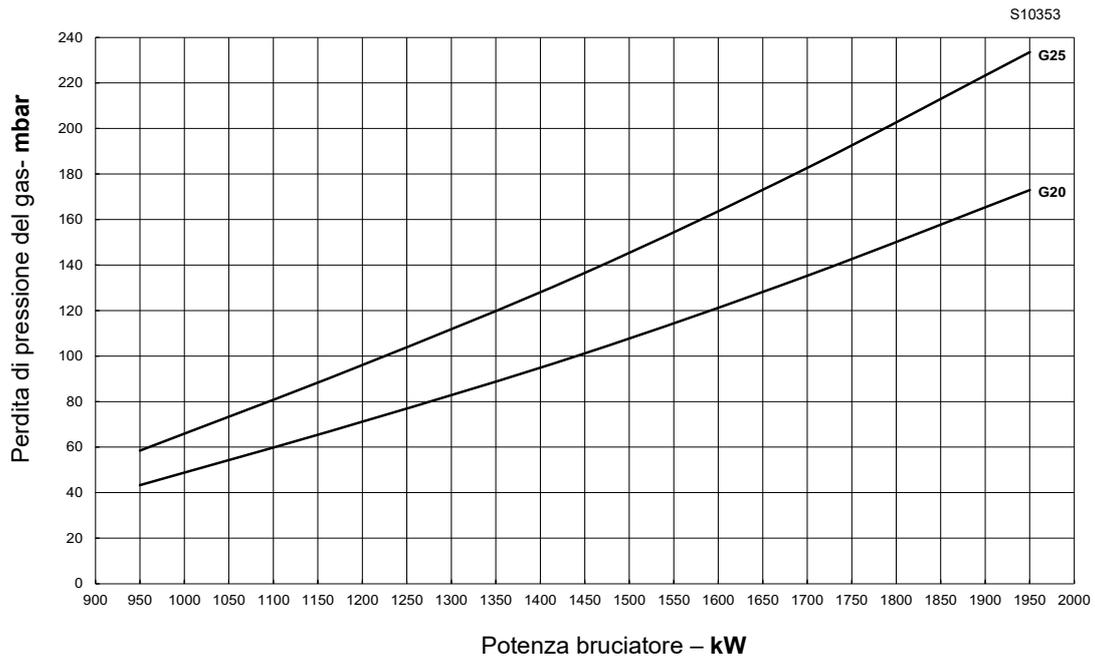
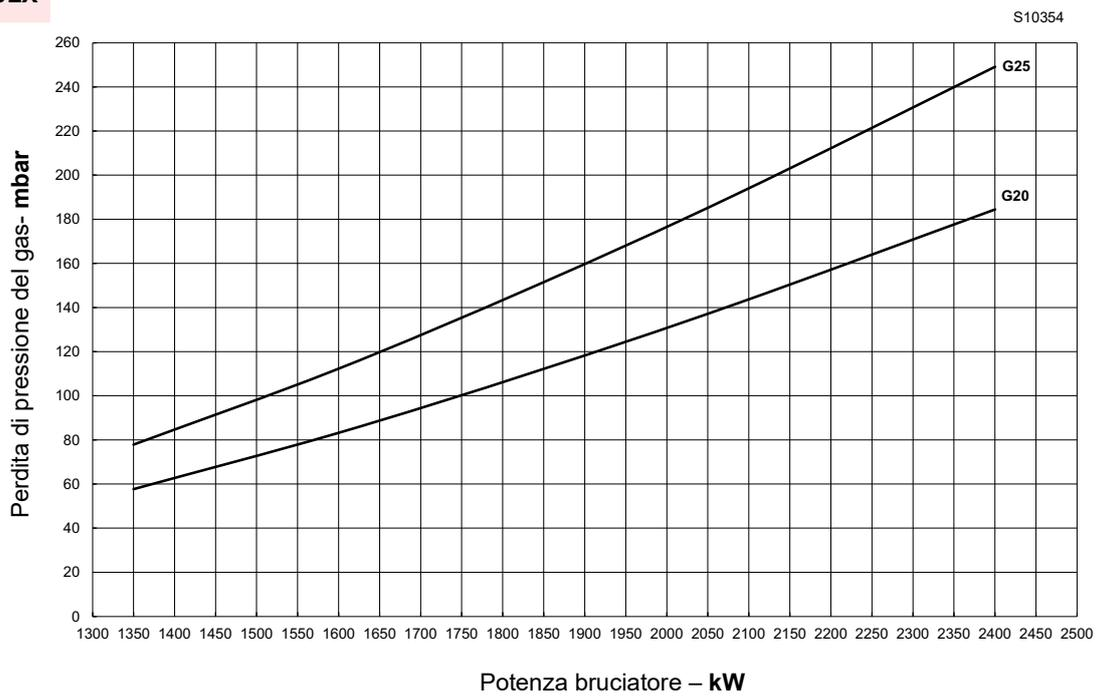

Fig. 28
Fig. 29
- Inserire il valore in mbar (Fig. 26, Fig. 27, Fig. 28 e Fig. 29) e leggere la potenza corrispondente sulla linea.
- trovare il valore di potenza più vicino (Fig. 26, Fig. 27, Fig. 28 e Fig. 29).